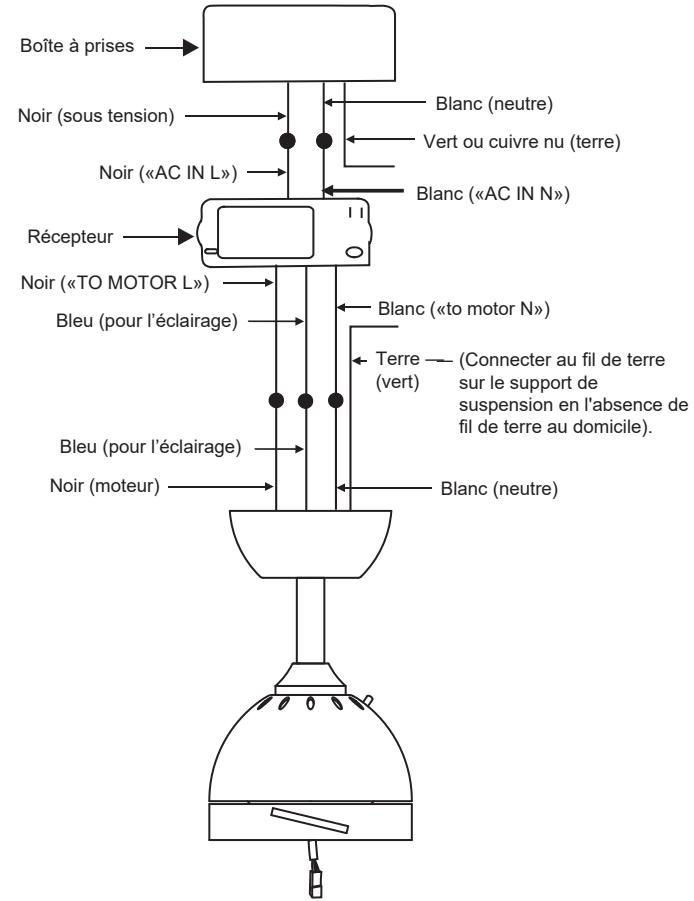

Fig. 14
Étape 2. Connexions électriques entre le moteur et le récepteur : (Fig. 14)
Étape 3. (Fig. 14) Connexions entre récepteur et fils d'alimentation du domicile : Connectez le fil noir (sous tension) du plafond au fil noir marqué "AC IN L" du récepteur. Connectez le fil blanc (neutre) du plafond au fil blanc marqué "AC IN N" du récepteur. Sécurisez les connexions de fils avec les connecteurs en plastique (fournis).
Étape 4. (Fig.14) Si la boîte à prises a un fil de masse (vert ou cuivre nu), le connecter aux fils de mise à la terre du ventilateur : en l'absence de ce fil, connecter le fil de mise à la terre du ventilateur au support de montage. Sécurisez la connexion du fil avec l'écrou en plastique (fourni). Après avoir connecté les fils, séparez-les de sorte que les fils verts et blancs se trouvent sur un côté de la boîte à prises et les fils noirs et bleus de l'autre côté. Introduisez prudemment les raccordements des fils dans la boîte à prises.